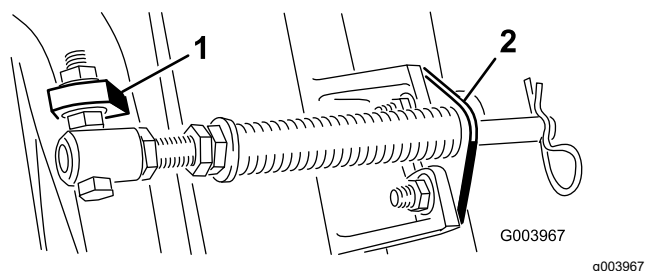

Рисунок 5
- D. Присоедините кронштейн штока к выступам режущих блоков с помощью каретных болтов и гаек (Рисунок 5).